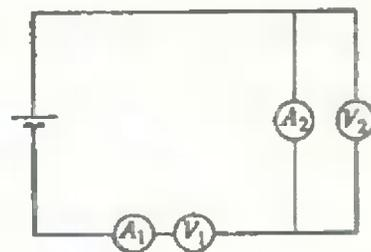

Рис.5
10. В схему включены два амперметра и два одинаковых вольтметра (см. рис. 5). Сопротивления вольтметров и амперметров неизвестны. Показания амперметров $I_1 = 100$ мА, $I_2 = 99$ мА; показание первого вольтметра $U_1 = 10$ В. Найдите показание второго вольтметра U_2 .